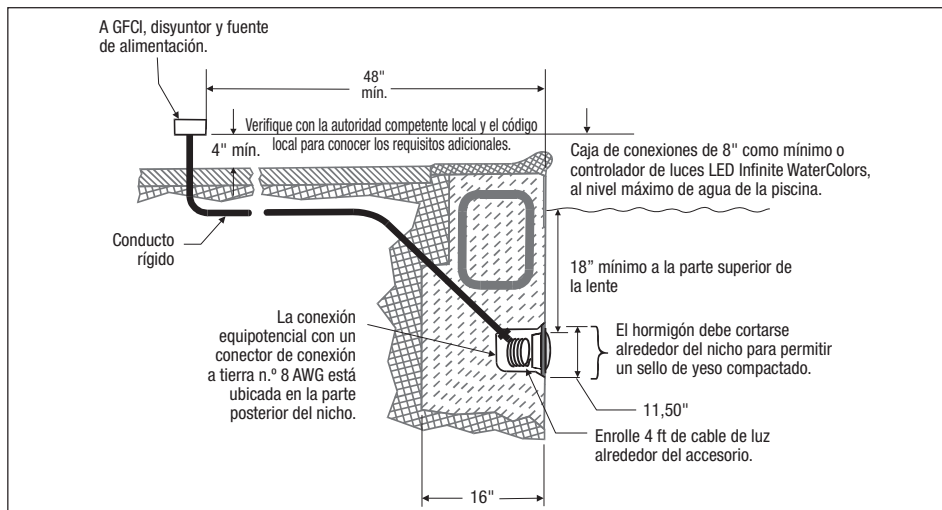

Figura 1. Instalación de las luces de Jandy Infinite WaterColors
NOTA: El electricista debe llevar a cabo pasos de preparación antes de instalar el accesorio de luz. Consulte la *Figura 1*.
1. La caja de conexiones o el controlador de luces LED Infinite WaterColors adecuados para la conexión con conducto directo a las luces deben estar ubicados a al menos ocho (8) pulgadas por arriba del nivel del agua, a al menos cuatro (4) pulgadas por arriba del nivel del piso y a al menos 48 pulgadas (4 ft) de distancia del borde de la piscina, o según lo requiera el código local. Consulte la *Figura 1*.
2. El accesorio de luz y todos los elementos metálicos a menos de cinco (5) ft de la piscina deben conectarse equipotencialmente de manera correcta a un punto confiable de conexión a tierra.
3. El nicho húmedo debe instalarse correctamente, de modo que el borde superior de la lente de la luz sumergida esté a al menos 18 pulgadas por debajo de la superficie del agua en la piscina. Consulte la *Figura 1*.
4. El nicho húmedo debe conectarse equipotencialmente y debe conectarse a tierra correctamente mediante el conector de conexión a tierra n.º 8 AWG ubicado en la parte posterior del nicho. Consulte la *Figura 1*.
1. Alimente el cable a través de conducto a la caja de conexiones. Deje al menos cuatro (4) ft de cable en el accesorio de luz para enrollarlo en la base del nicho de la luz. Consulte la *Figura 1*. Los cuatro (4) ft de cable permiten dar servicio a la luz después de llenar la piscina con agua.
2. Corte el cable en la caja de conexiones. Deje al menos seis (6) pulgadas de cable para hacer conexiones.
3. Pele seis (6) pulgadas de la camisa exterior del cable para exponer los tres alambres aislados. *Tenga cuidado de no dañar el aislamiento de los tres (3) alambres internos.*
- El nicho húmedo debe instalarse correctamente, de modo que el borde superior de la lente de la luz sumergida esté a al menos 18 pulgadas por debajo de la superficie del agua en la piscina. Consulte la *Figura 1*.
- El nicho húmedo debe conectarse equipotencialmente y debe conectarse a tierra correctamente mediante el conector de conexión a tierra n.º 8 AWG ubicado en la parte posterior del nicho. Consulte la *Figura 1*.
- Deje al menos cuatro (4) ft de cable para enrollarlos alrededor del accesorio de luz o enrollados en la en la base del nicho de la luz. Consulte la *Figura 1*. Esto permite dar servicio a la luz después de llenar la piscina con agua.
- Corte el cable en la caja de conexiones. Deje al menos seis (6) pulgadas de cable para hacer conexiones.
- Pelee seis (6) pulgadas de la camisa exterior del cable para exponer los tres alambres aislados. *Tenga cuidado de no dañar el aislamiento de los tres (3) alambres internos.*